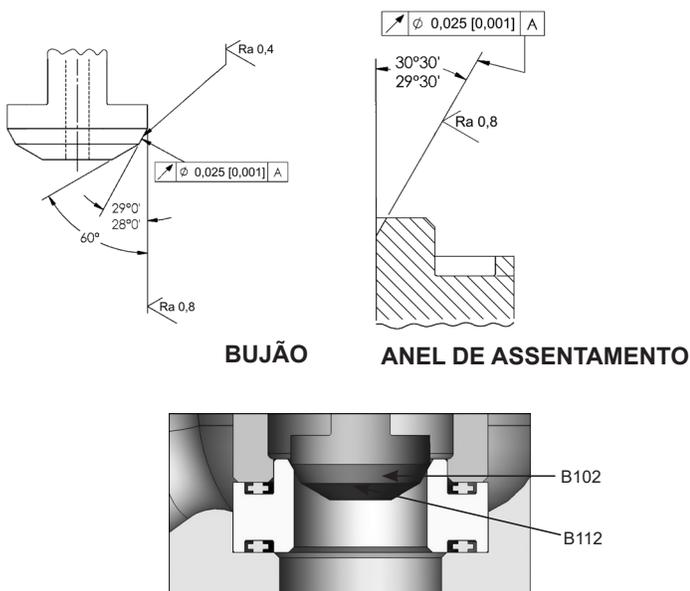

Figura 16: Superfícies de assentamento do bujão e do anel de assentamento
As superfícies de assentamento talvez precisem ser lapidadas para restaurar a integridade necessária da superfície e atender aos requisitos de vazamento da válvula. Uma remoção de metal de, no máximo, 0,015 polegadas (0,4 mm) no bujão e nas superfícies de assentamento é permitida para qualquer tamanho de válvula. Verifique se os ângulos de assentamento nas peças retrabalhadas estão dentro das tolerâncias especificadas, conforme mostrado na figura 16 abaixo. As peças que necessitarem de mais remoção do metal para serem restauradas deverão ser descartadas e substituídas.
10. Após a lapidação, desmonte as peças para limpá-las e, em seguida, remonte, verificando se os ângulos de assentamento estão dentro da tolerância. Consulte Figura 16.